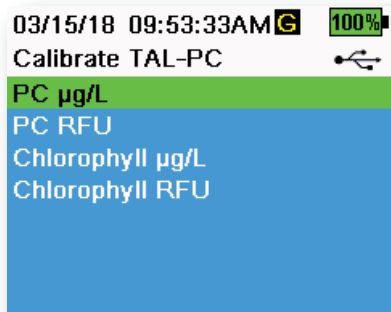
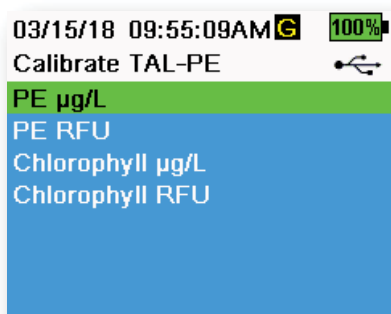

Figura 55 Opções de Calibração TAL-PC
Figura 56 Opções de Calibração TAL-PE
3. Selecione o canal e unidades a serem calibrados. As opções para o sensor TAL-PC são exibidas na Figura 55, enquanto as opções para o sensor TAL-PE são exibidas na Figura 56.